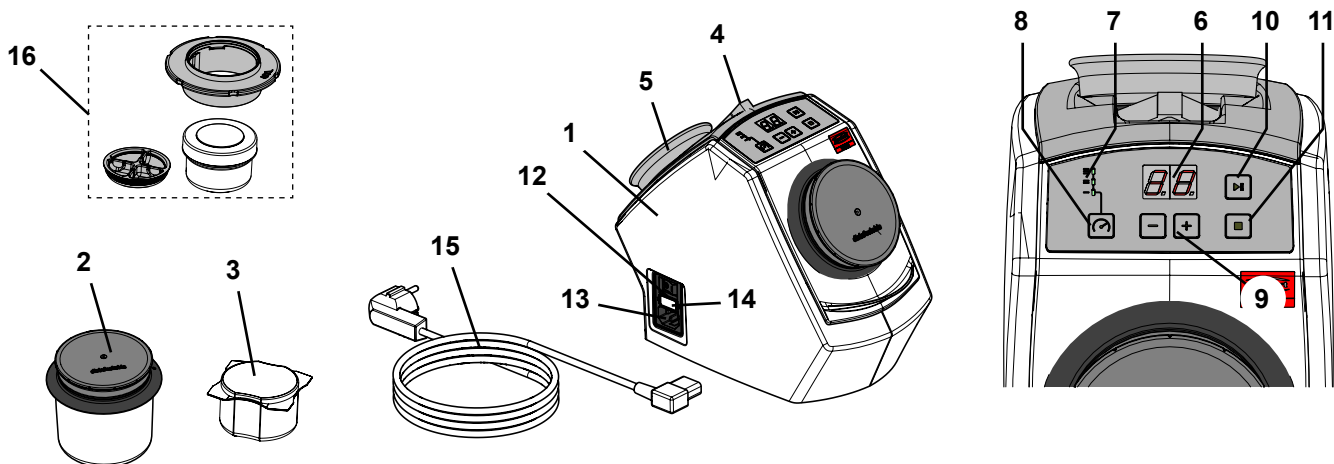

Fig. 1
- ▶ El imán de sujeción (Fig. 1, Pos. 5) contiene plomo.
- ⇒ Sitúe las pinzas adjuntas y el imán de sujeción en las correspondientes cavidades en la parte trasera del aparato (Fig. 1).
- ⇒ Elija el cable de red provisto del conector adecuado para su país (15, Fig. 1).
- ⇒ Introducir el cable de red a la conexión de red (13, Fig. 1).
- ⇒ Conecte el aparato a través del interruptor de red (12, Fig. 1).
- ⇒ Llene el vaso de limpieza (2, Fig. 1) con 75 g de agujas de limpieza (equivale a un envase).
- ⇒ Llene el mini vaso SYMPRO (accesorio) (16, Fig. 1), con aprox. 5 g de agujas de limpieza.